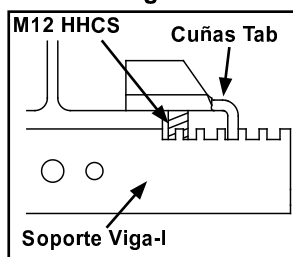

Figura 3-50A
- Paso 8. Deslice las cuñas hacia el alma de la Viga hasta que dos (2) M12 x 100 mm HHCS toquen ambos lados del patín. Vea Figura 3-50A abajo.